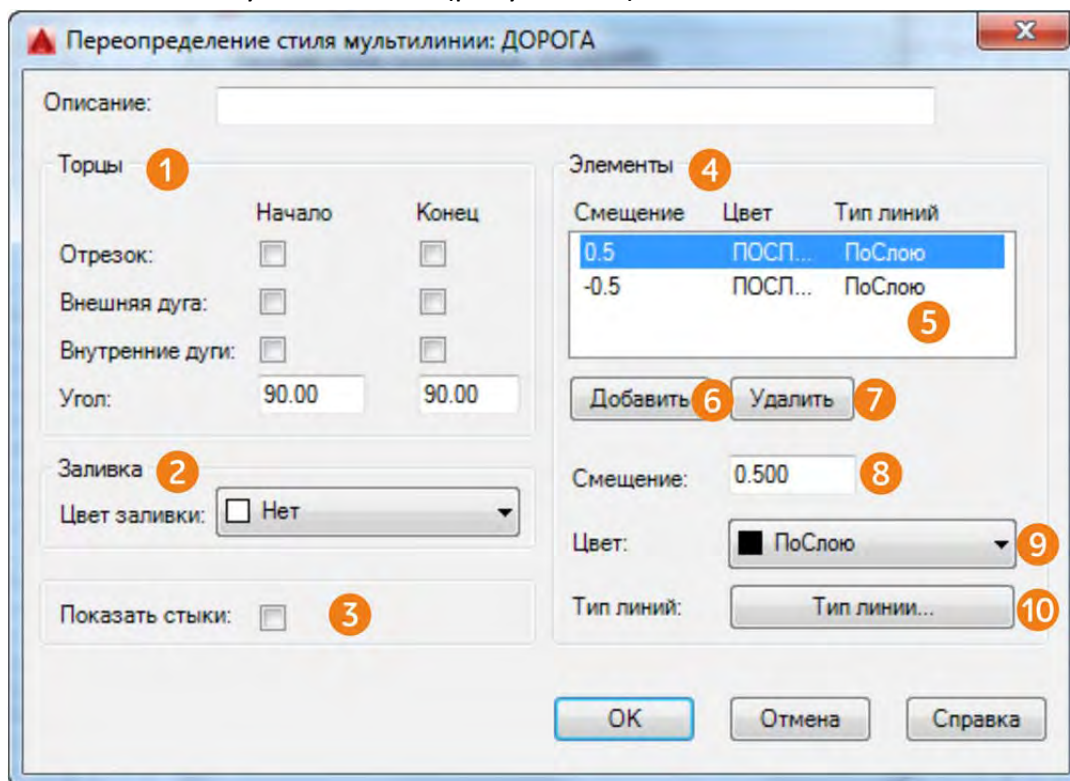

Рисунок 1.2 – Диалоговое окно «Новый стиль мультилинии»
При вызове команды «Стиль мультилинии» появится диалоговое окно «Стиль мультилинии» (рисунок 1.2) с помощью которого можно просмотреть существующие стили (1), делать стили активным (2), создать новый стиль (3), редактировать стиль (4), переименовывать (5), удалять (6), загружать стиль из внешнего файла (7), сохранять стиль во внешний файл (8) и просматривать внешний вид стиля (9).
«Новый стиль мультилинии» (рисунок 1.2).